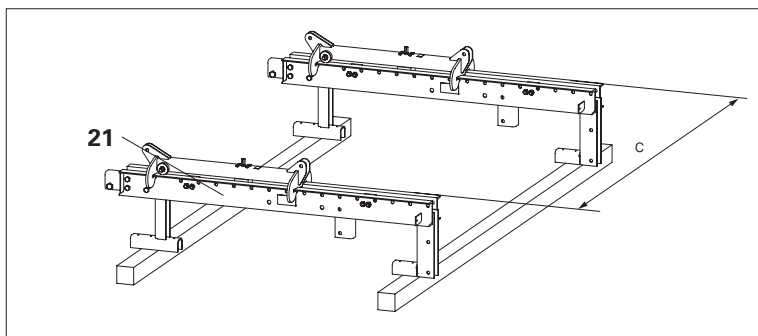

Fig. C2.01
1. Misurare e allineare il gruppo traversa (21) con i travetti squadrati. (Fig. C2.01)